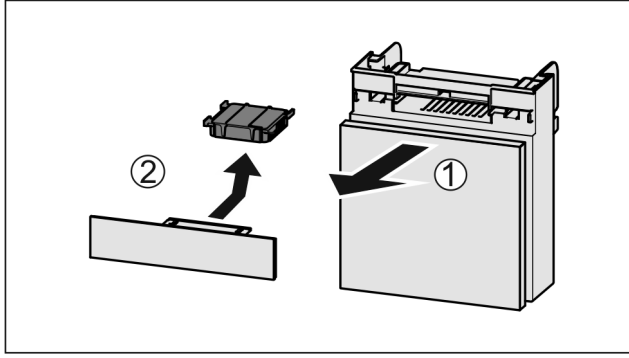

Fig. 122
- Rafı öne doğru dışarı çekin Fig. 122 (1).
- Aktif karbon filtresini çıkarın Fig. 122 (2).